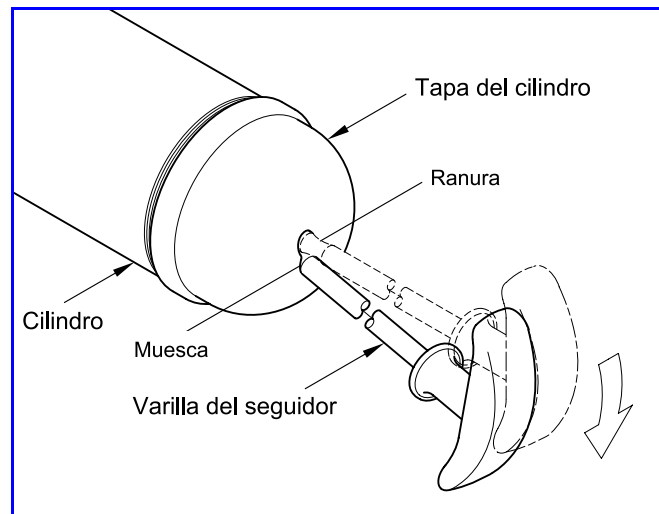

Figura 2 Varilla del seguidor enganchada en la muesca de la tapa del cilindro
3. Enganche la ranura* de la varilla del seguidor con la muesca en la tapa del cilindro. Vea la **Figura 2**.
4. Enganche la ranura en la varilla del seguidor con la ranura en la tapa del cilindro. Vea la **Figura 2**.